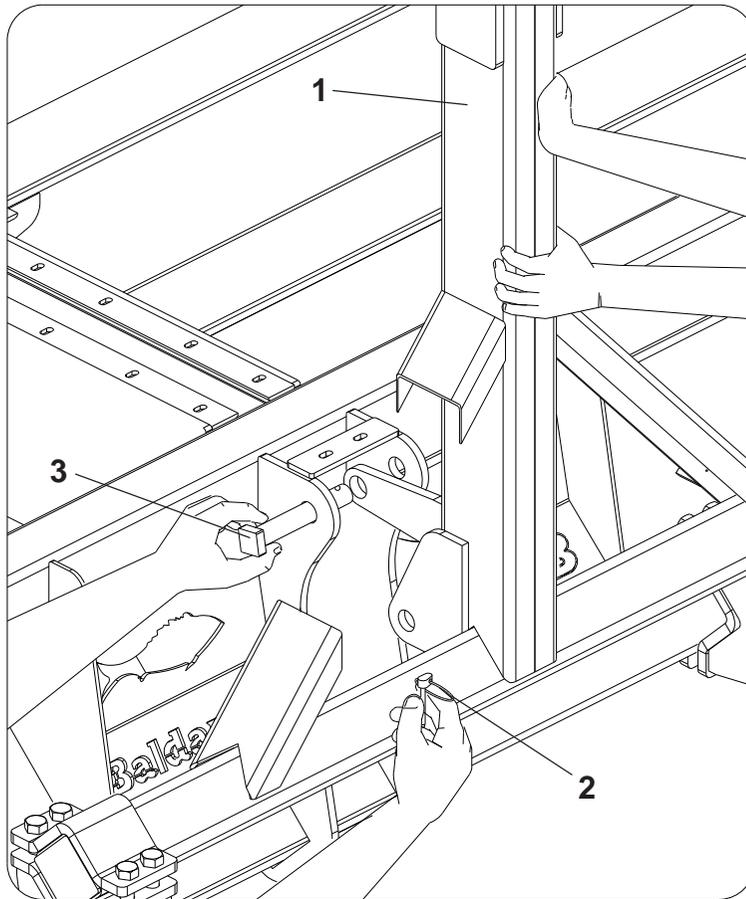

Figura 02
- 2 - Coloque o cabeçalho (1) na posição de trabalho retirando a trava (2) e o pino (3) que foram colocados para transporte. **FIGURA 02.**